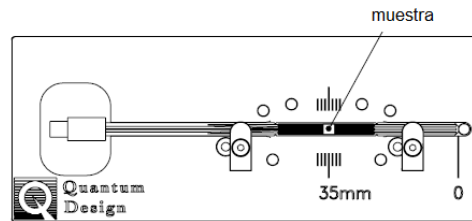

Figura4. Plataforma de montaje de muestras para horno-VSM
- ii) Una vez seco, colocar el stick en la plataforma de montaje de muestras para horno-VSM situando el final del stick en la marca "0" de la plataforma (ver Figura4), con el heater en la cara superior. Fijar el stick a la plataforma con las dos pestañas de sujeción (girándolas).